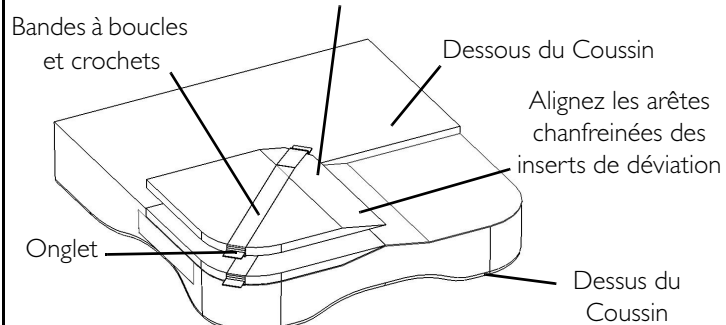

FIGURE 5 Modification du coussin pour l'adapter à la déviation
REMARQUE: Pour cette procédure, se référer à la FIGURE 5.
4. Alignez l'arête chanfreinée des inserts de déviation tel que représenté au DETAIL <> de la FIGURE 5.
5. Placez l'insert de déviation enlevé à l'étape 3 dans l'insert de déviation qui se trouve à sa place sur le coussin tel que représenté au DETAIL <> de la FIGURE 5.